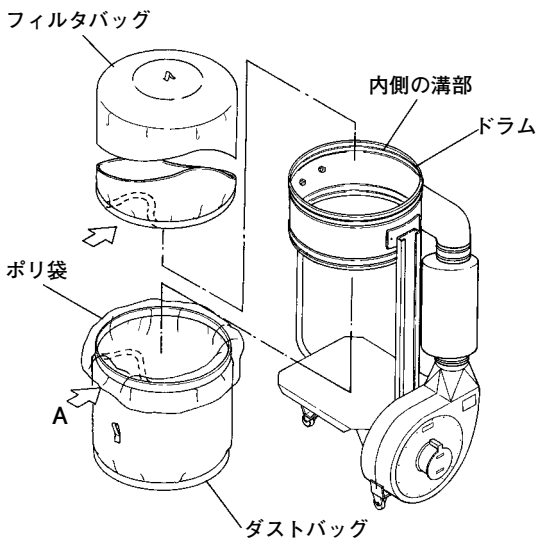

図 18
- (1) ダストバッグ装着時、ダストバッグの内側にポリ袋を入れ、端部を外に引き出します。
- (2) ダストバッグを図18の矢印Aの方向に押し、口元のスプリング部を変形させて、ドラムの内側の溝部にはめ込んで完了です。